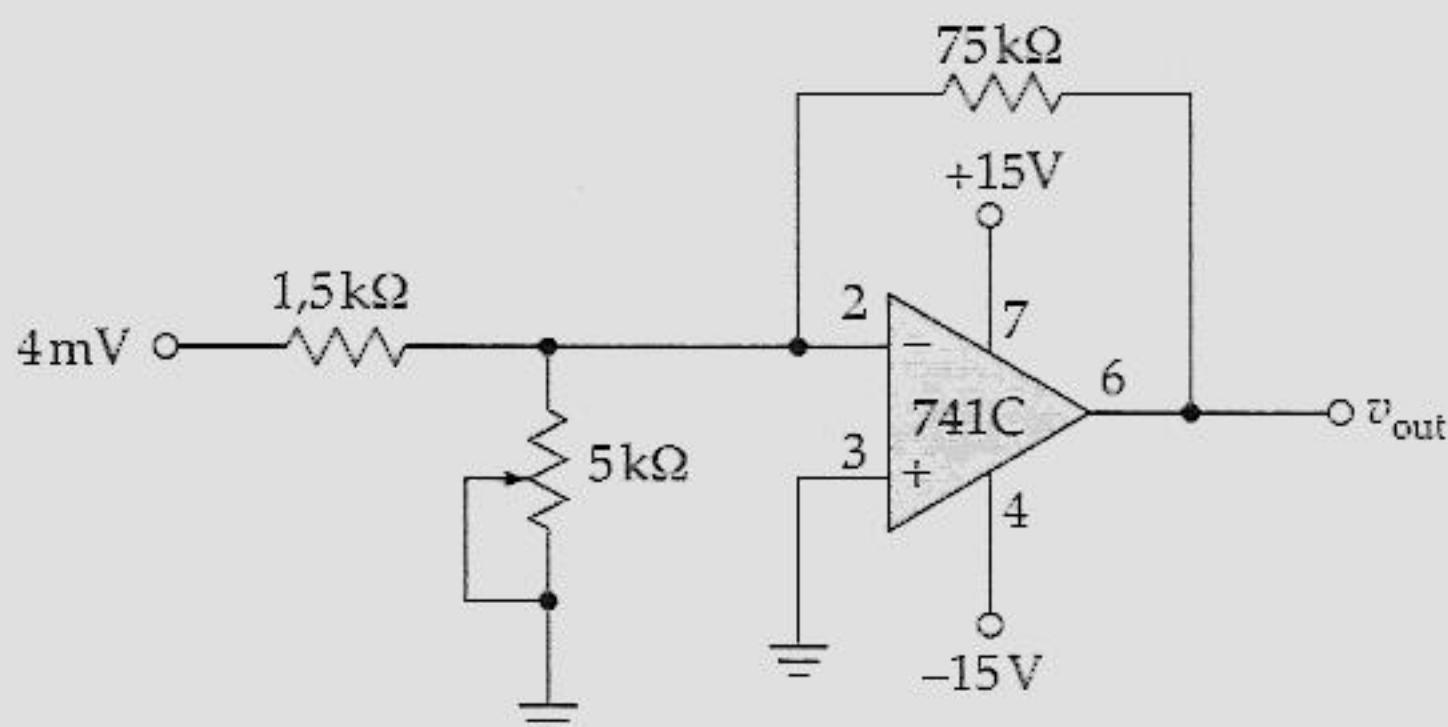

Figura 20.40
- 20.9 Qual a tensão de saída e a largura de banda do circuito da Figura 20.40?
- 20.11 Se o potenciômetro for substituído por um de $10\text{ k}\Omega$ na Figura 20.40, o que acontece com a tensão de saída e com a largura de banda?